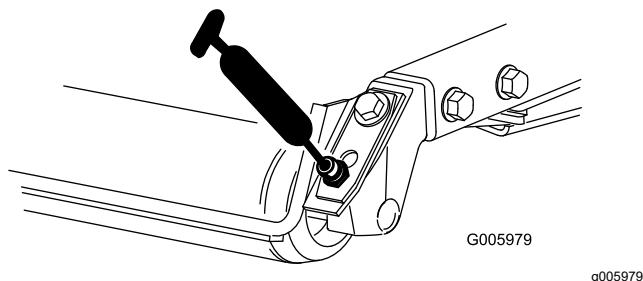

Figure 86
- Roulements de rouleau arrière (2 par unité de coupe), comme montré à la Figure 86.